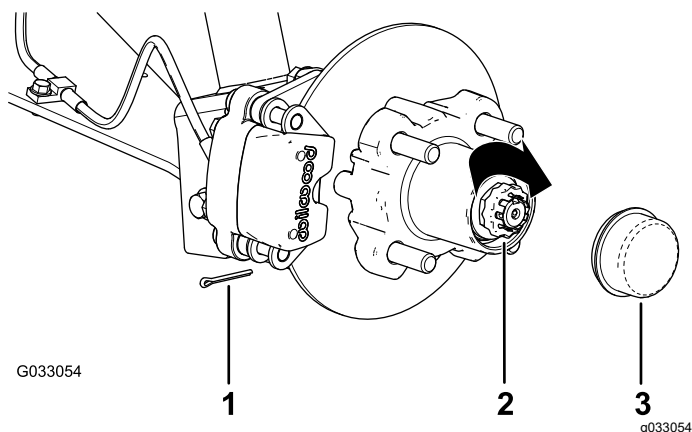

Figura 31
8. Montate il fermo sul dado e controllate l'allineamento della scanalatura sul fermo con il foro del mandrino per la coppia (Figura 31).
9. Montate la coppiglia e piegate ciascuna asticella attorno al fermo (Figura 31).
10. Montate il coperchietto antipolvere sul mozzo (Figura 31).